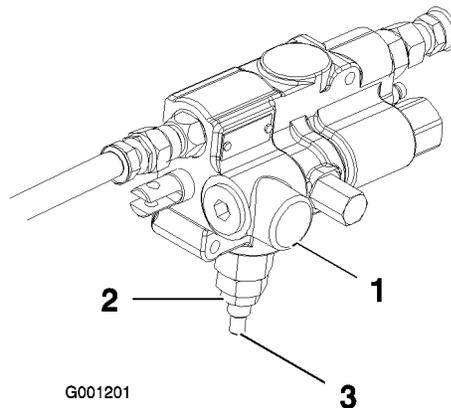

Figura 13
4. Allentate il controdado in fondo alla valvola di sollevamento (Figura 13). La valvola di sollevamento si trova sulla destra della macchina.